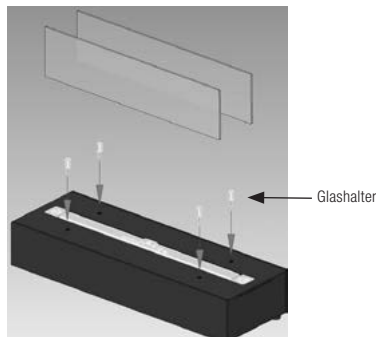

Abb. 3b
3. Anschließend setzen Sie die vier Glashalter ein (Abb. 3b).